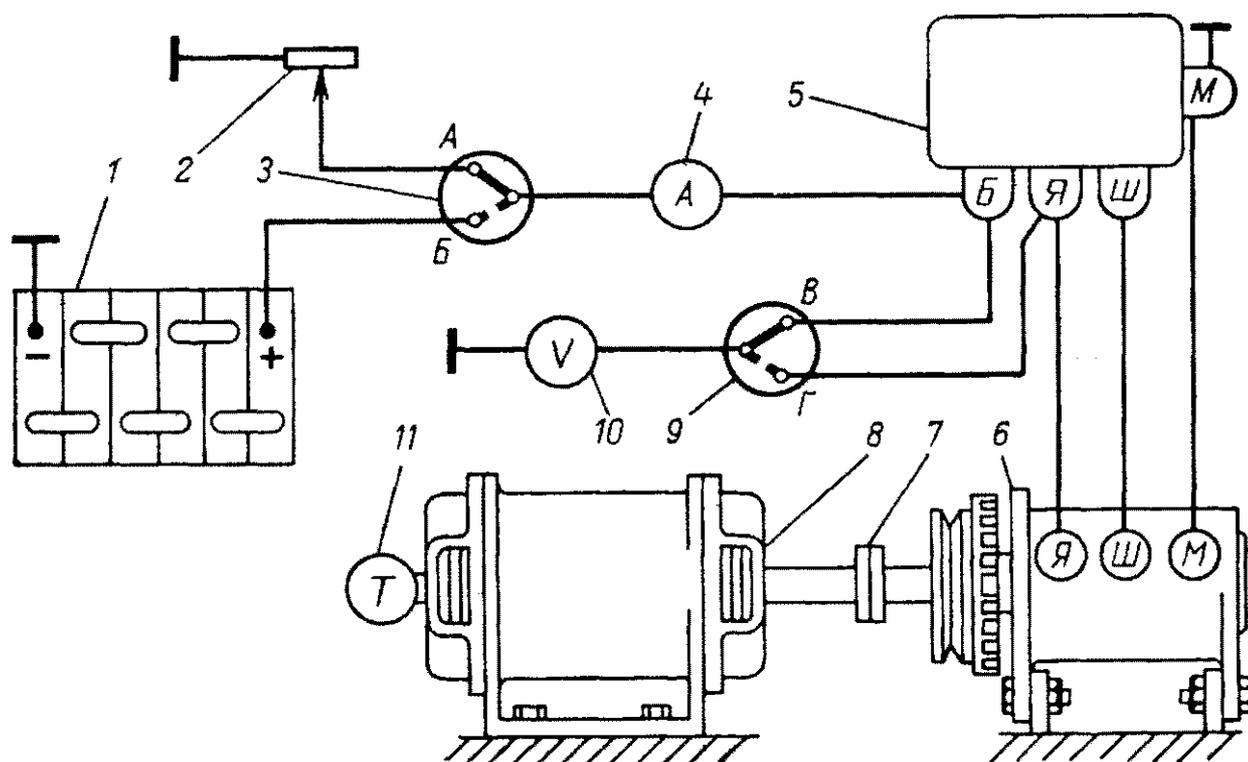

Рис. 184. Схема простейшего стенда для проверки реле-регулятора:
**Регулировка реле обратного тока.** Установить реле-регулятор на стенд и подключить его согласно схеме (рис. 184).